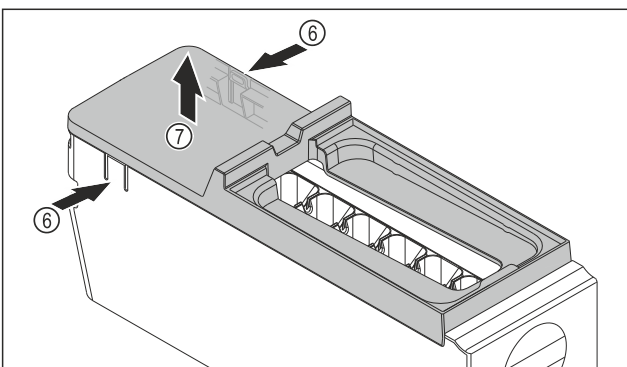

Fig. 113
- ▶ Scoateți apărătoarea corpului EasyTwist-Ice: Apăsați eclisele Fig. 113 (6) de pe ambele părți ale corpului EasyTwist-Ice cu o mână.
- ▶ Scoateți apărătoarea Fig. 113 (7) cu cealaltă mână în sus.